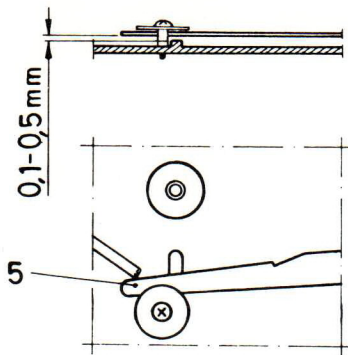

Fig. 5
### JUSTERING AV START- OCH STÖPPARM (5). FIG 5.